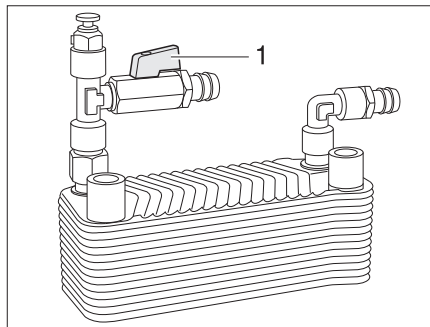

Fig. 212 Echangeur de chaleur Alde
- Mise en service :* ■ Placer la poignée (Fig. 212,1) du robinet d'arrêt parallèlement à la conduite.
- Mise hors service :* ■ Placer la poignée (Fig. 212,1) du robinet d'arrêt transversalement à la conduite.